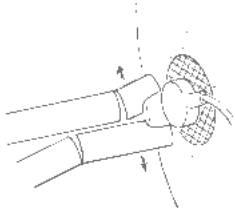

Figure 8
- Aligner soigneusement l'introducteur FasTac avec la tête de la sonde. Faire pivoter l'introducteur de telle sorte que l'une des encoches de son extrémité vienne s'aligner avec le corps de la sonde à l'endroit où celui-ci sort de la tête (voir la figure 8).
(Voir les figures 8 et 9)